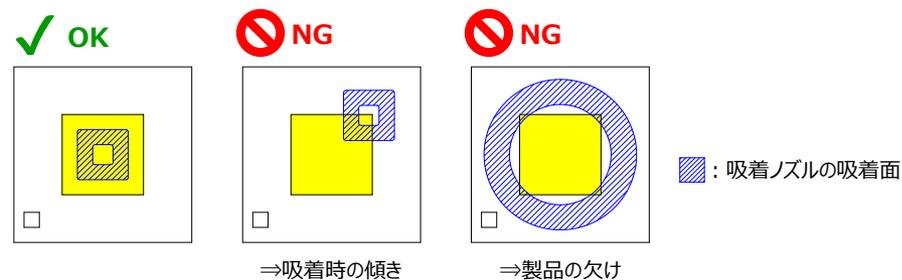

図3. 吸着位置について
- ③ 吸着位置が大きすぎたり不適切な形状や大きさの吸着ノズルを使用した場合、傾き吸着や製品の欠けが発生する可能性があります。（図3参照）